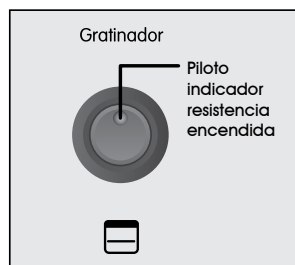

Figura 43
4. Si el horno no enciende el gratinador desde el selector de temperaturas, presione el interruptor de encendido de la resistencia de gratinado (Ver figura 43).